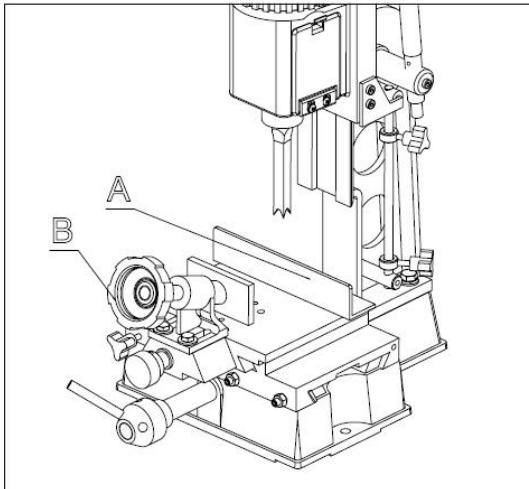

Fig. 5
La clôture (A) Fig. 5 , peut être déplacée vers l'intérieur ou vers l'extérieur en levier de desserrage (B), faisant glisser le guide jusqu'à la position souhaitée et